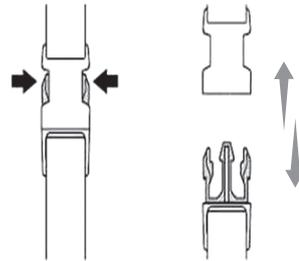

Рис. 6
4. Ремень (арматура) оборудован механизмом быстрого освобождения. Одной рукой нажмите обе стороны кнопки освобождения, чтобы в случае чрезвычайной ситуации (например, возникновения искры, задымления или аномальной вибрации) машина могла быстро отпустить оператора (Рис. 6).